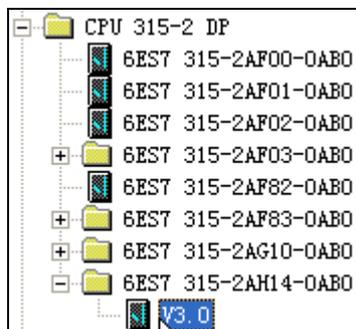

图 3-7 配置 CPU 模块
(4) 配置 CPU 模块，选择 2 号槽，根据实际 CPU 模块的订货号及版本，双击选择 CPU315-2 DP，订货号为 6ES7 315-2AH14-OABO V3.0，如图 3-7 所示。